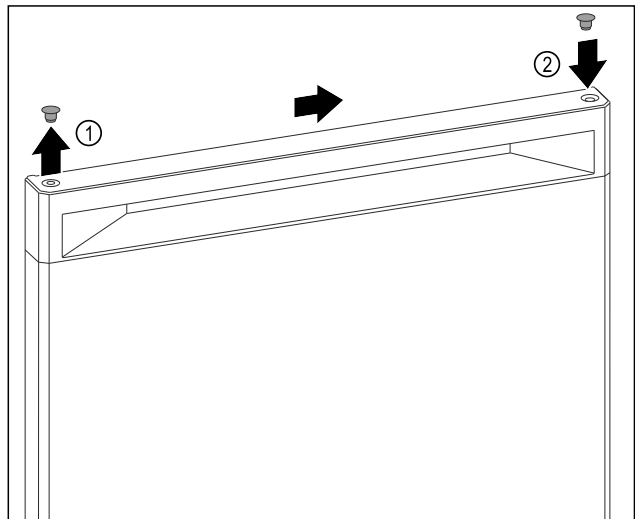

Fig. 9
- Afdekdop van de bovenkant van de deur Fig. 9 (1) voorzichtig optillen met een platte schroevendraaier.
- Plaats de afdekdop aan de andere kant. Fig. 9 (2)